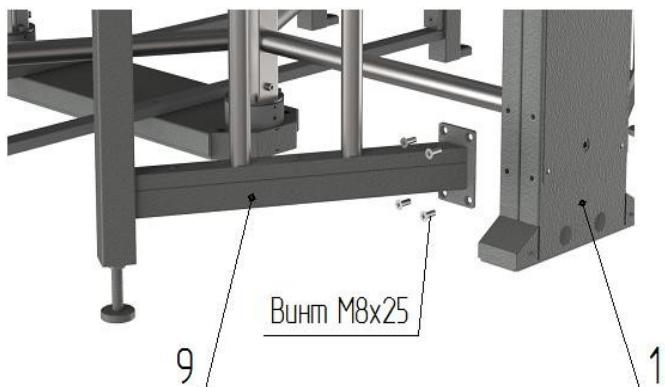

Рис. 4
– к боковым плоскостям стойки крыла прохода 1 и 2 установите ограждения 9 и 10 (предварительно заведите в отверстия стойки крыла прохода провода световых индикаторов 12, кабели заземления) и закрепите винтами M8(рис.4);